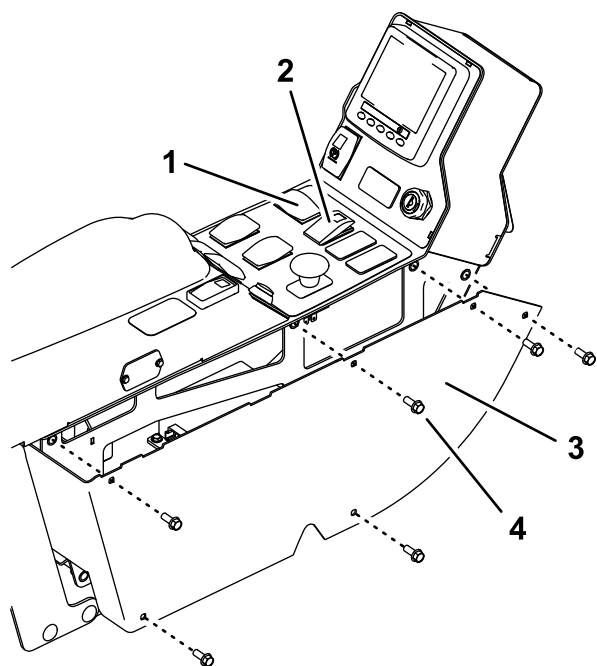

図 3
1. コンソールにパネルを止めているボルト本を外してパネルを外す 図 3。
2. ハザードスイッチと方向指示器スイッチのコネクタを外す 図 3。
7. パネルを取り付ける 図 3。